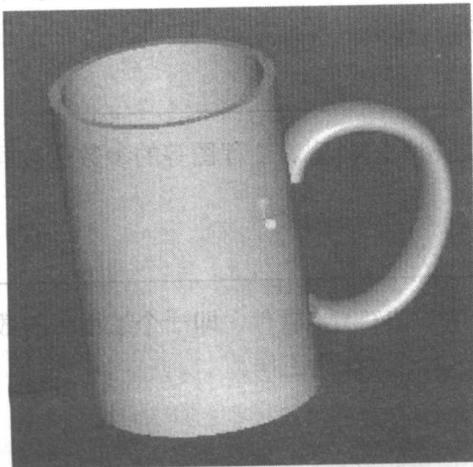

图 1-3
3. 在指定目录中选择配书光盘中的 L1 文件夹下的“L1.prt”文件，单击该对话框中的 Open 按钮，如图 1-3 所示。